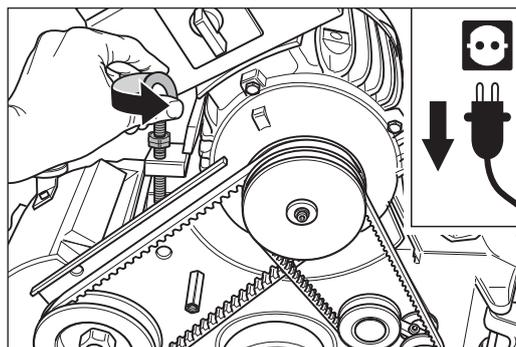

Abb. 45 Die Ringschraube am Motor gegen den Uhrzeigersinn drehen.
- 6 Drehen Sie die Ringschraube am Motor gegen den Uhrzeigersinn (Abb. 45). Dadurch werden die Keilriemen entspannt.